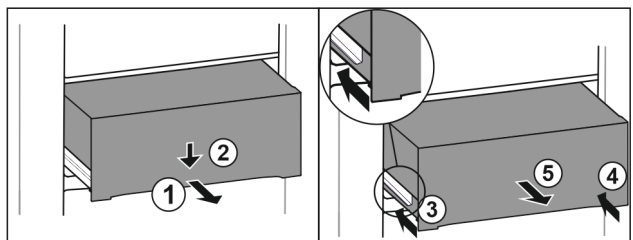

Fig. 104
- Trekk skuffen ut halvveis. Fig. 104 (1)
- Skyv skuffen foran nedover. Fig. 104 (2)
- Sett inn den venstre skinnen ca. 2 cm. Fig. 104 (3)
- Sett inn den høyre skinnen ca. 2 cm. Fig. 104 (4)
- Ta ut skuffen framover. Fig. 104 (5)